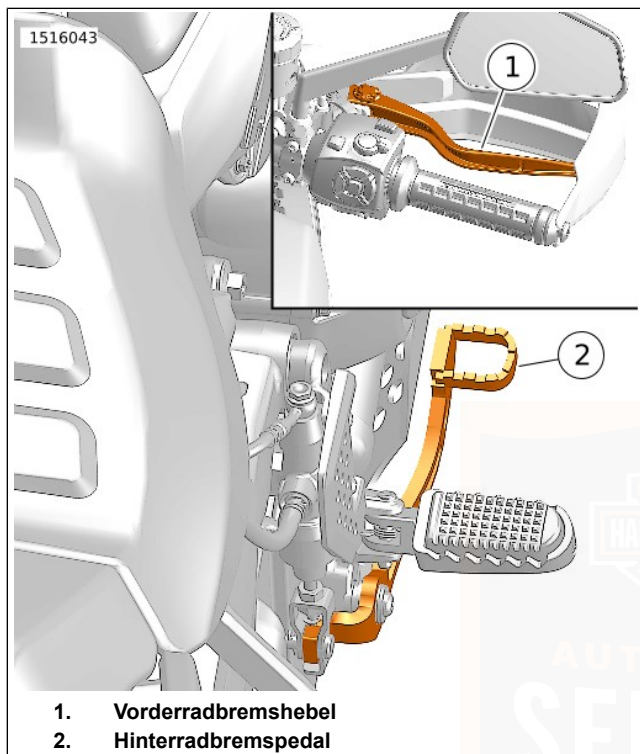

Abbildung 45. Bedienungselemente für Bremsen
Siehe Abbildung 45. Mit dem Vorderradbremshel (1) wird die Vorderradbremse betätigt. Der Hel befindet sich am rechten Lenker. Den Handhebel mit den Fingern der rechten Hand betätigen.
Siehe Abbildung 45. Mit dem Hinterradbremspedal (2) wird die Hinterradbremse betätigt. Das Pedal befindet sich auf der rechten Seite. Das Hinterradbremspedal mit dem rechten Fuß betätigen.